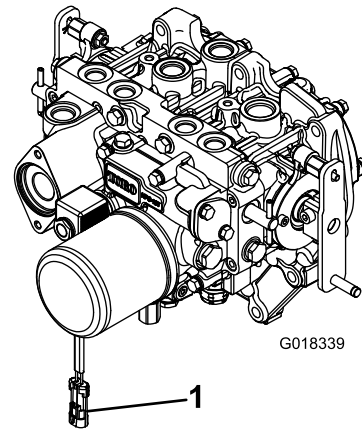

Bild 3
2. Schließen Sie den Kabelbaumanschluss vom Stromspulenventilspulenanschluss der Zapfwelle ab (Bild 3).
- Wenn Sie das andere Ende der Antriebswelle an der Getriebewelle des Anbaugeräts befestigt haben, schließen Sie den Kabelbaumanschluss am Stromspulenventilspulenanschluss der Zapfwelle an (Bild 3).